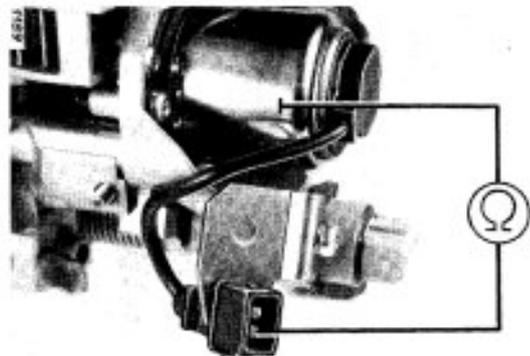

Bild 9
4.2 Isolationswiderstand (Masseschluß) (Bild 9)